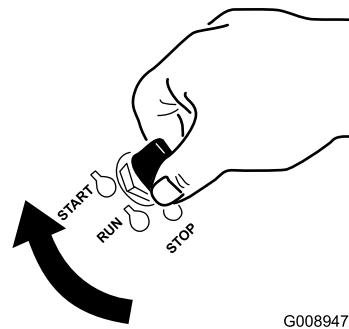

Figura 12
1. Gire la llave de contacto a la posición de Arranque (Figura 12). Cuando el motor arranque, suelte la llave.
- Gire la llave de contacto a la posición de Arranque (Figura 12). Cuando el motor arranque, suelte la llave.